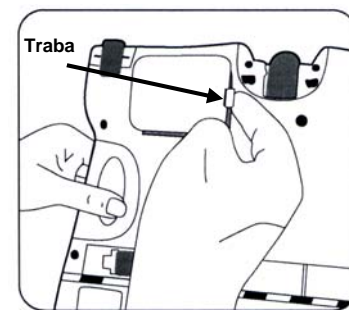

Fig. 4
3. Presione la traba y levante la tapa del compartimiento de la batería. (Fig. 4)